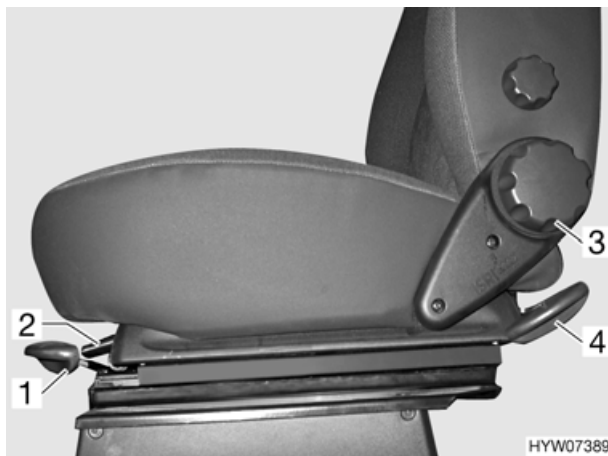

Fig. 3 Sedile del guidatore/passeggero
- Tirare la maniglia (Fig. 3,1). Il sedile si solleva in avanti.
- Tirare la maniglia (Fig. 3,4). Il sedile si solleva indietro.
- Tirare la maniglia (Fig. 3,2). Il sedile può essere spostato in avanti o all'indietro.
- Ruotare la manovella (Fig. 3,3). È possibile regolare l'inclinazione dello schienale.